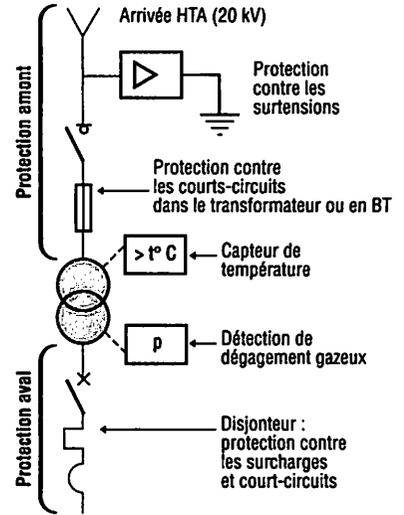

Fig. 12 : Principales protections d'un transformateur.
Les perturbations dans le fonctionnement d'un transformateur peuvent provenir du réseau d'alimentation (HT), du fonctionnement interne du transformateur, du réseau basse tension (fig. 12).